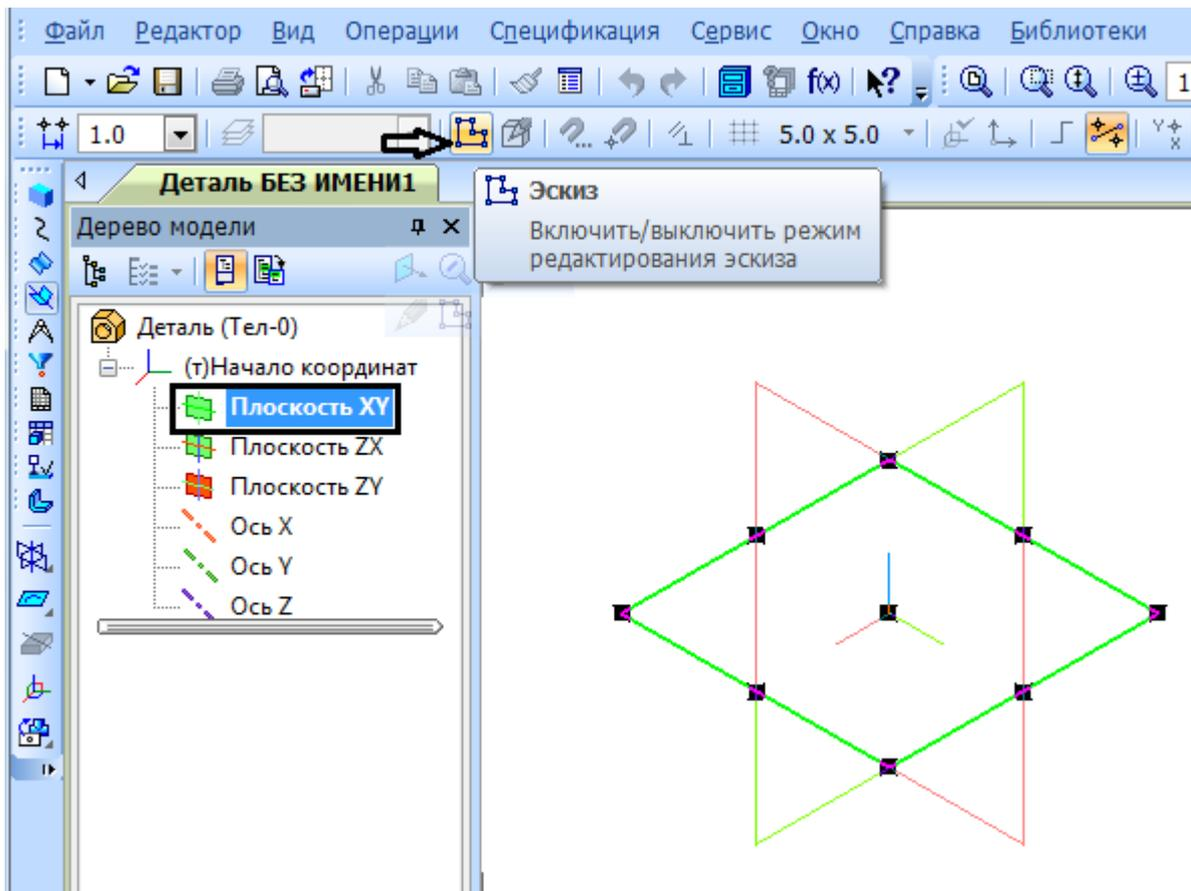

Рисунок 25.
2. В **Дереве модели** выбираем горизонтальную плоскость **XУ**. Выбранная плоскость загорится зеленым цветом. На панели текущего состояния нажмите кнопку  **Эскиз** (рисунок 25).